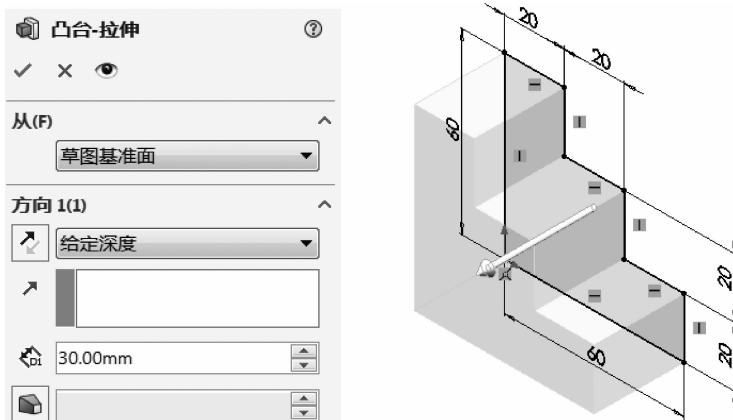

图 1-28 设定深度为“30mm”
(5)选用特征。调出【特征】工具栏,单击【拉伸凸台/基体】按钮 \square ,出现【凸台-拉伸】属性管理器,在【方向 1(1)】下拉列表框中选择【给定深度】,在【深度】文本框中输入“30mm”,单击【确定】按钮 \checkmark ,如图 1-28 所示。